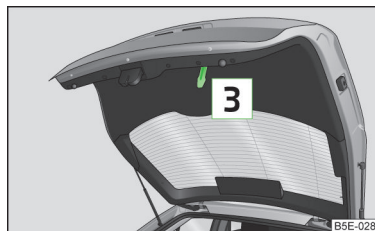

Fig. 20
- Abbassare il portellone con la maniglia **[3]** » fig. 20 e chiuderlo con una leggera spinta.